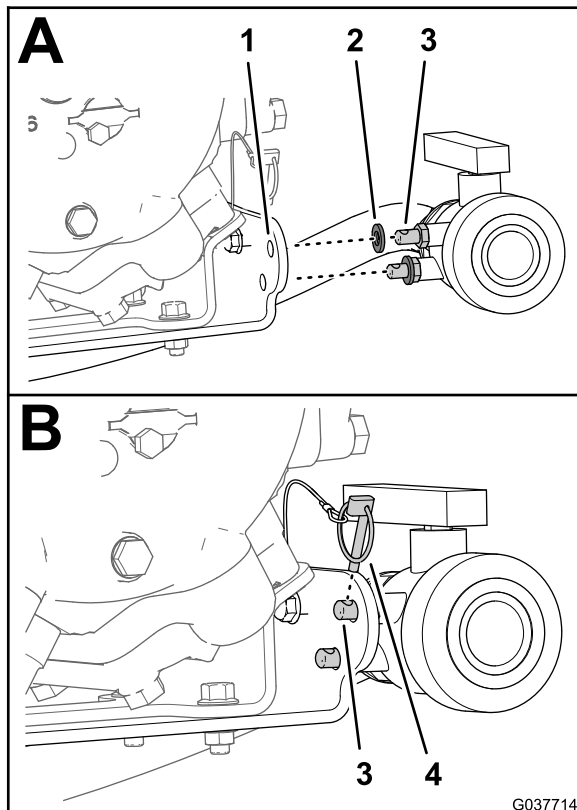

图82
- 使用保险销将排水阀固定到泵支架上 图82。
- 确保将 2 个橡胶垫安装到排水阀的 2 个固定销上 图82。
- 将 2 个固定销对齐并通过打药车泵支架中的 2 个 11mm 孔 图82。